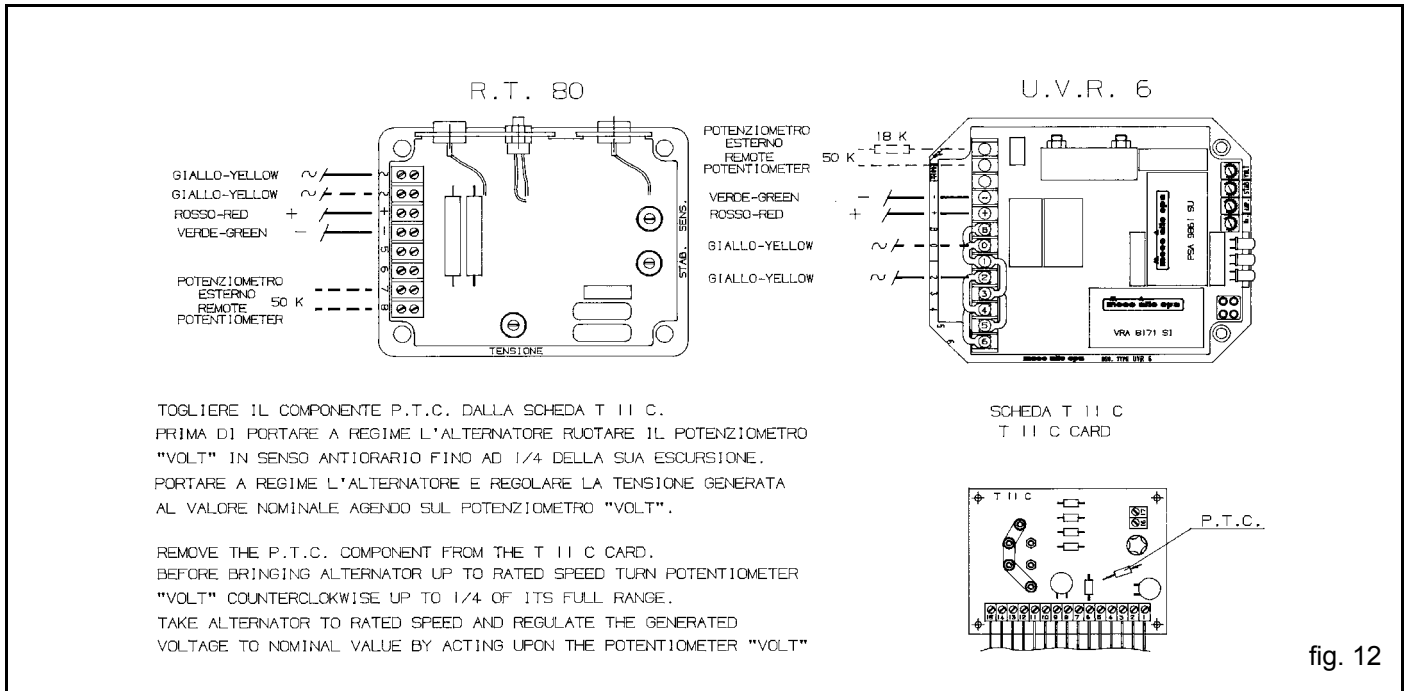

fig. 12
2.8.1) Austausch des Reglers RT80 (Abb. 12)